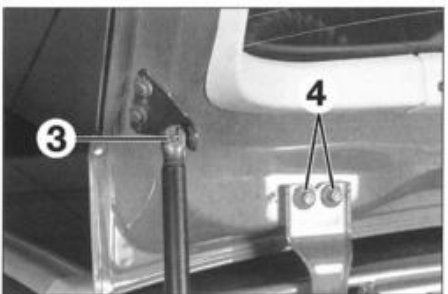

FIG. 70
- Desengrapar los cilindros (3) (fig. 70) de los 2 lados.